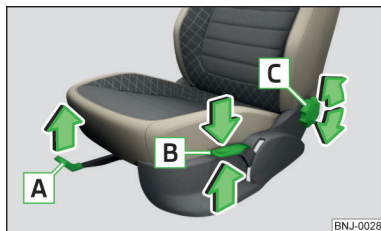

Abb. 58
Bedienungselemente am Sitz » Abb. 58
➤ Den Hebel **A** » Abb. 58 in Pfeilrichtung ziehen und den Sitz in die gewünschte Richtung schieben.
➤ Den Hebel **B** » Abb. 58 in Richtung eines der Pfeile wiederholt ziehen bzw. drücken.
- Das Handrad **C** » Abb. 58 in Richtung eines der Pfeile drehen.